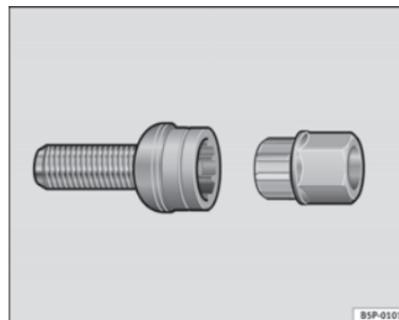

Fig. 179 Parafuso anti-roubo da roda
- Colocar totalmente o adaptador no parafuso anti-roubo da roda ⇒ Fig. 179.